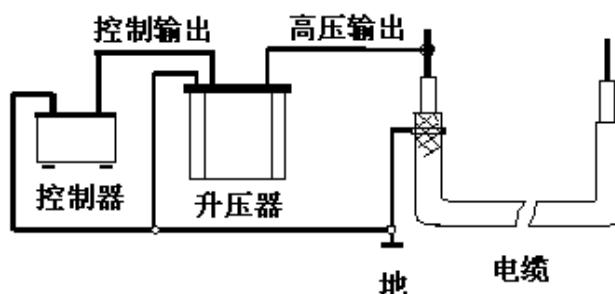

图 8 单相测量连线图
6、用随机附带的专用柔性连接电缆将试验设备与试品电缆按图8所示的方法相连接。合上电源，设定好试验频率、时间和电压以及高压侧的过流保护值、过压保护值，然后开始升压试验。升压过程应密切监视高压回路，监听试品电缆是否有异常响声。升至试验电压时，即开始记录试验时间并读取试验电压值。